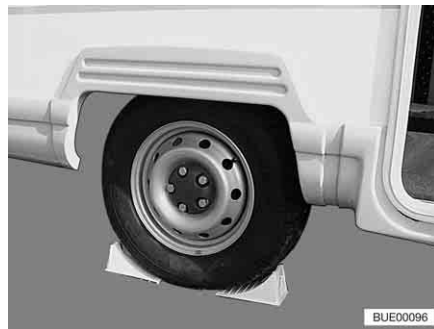

Bild 274 Fahrzeug sichern
- Unterlegkeile oder ähnliche geeignete Gegenstände am gegenüberliegenden Rad unterlegen, um das Fahrzeug zu sichern (Bild 274).